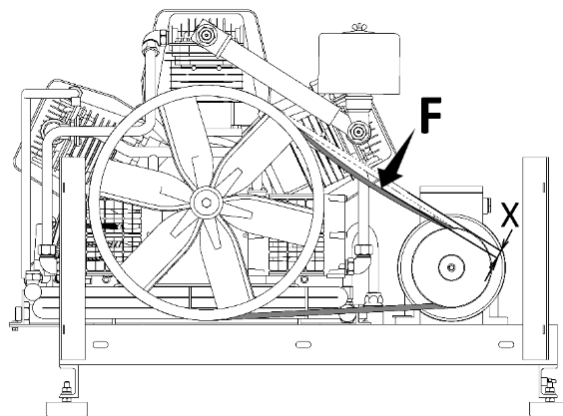

Рисунок 5
Для проверки натяжения ремней выполните следующие действия (смотрите рисунок 5):
- Приложите силу F с усилием 40...55 Н, перпендикулярно к середине ремня (рисунок 5).